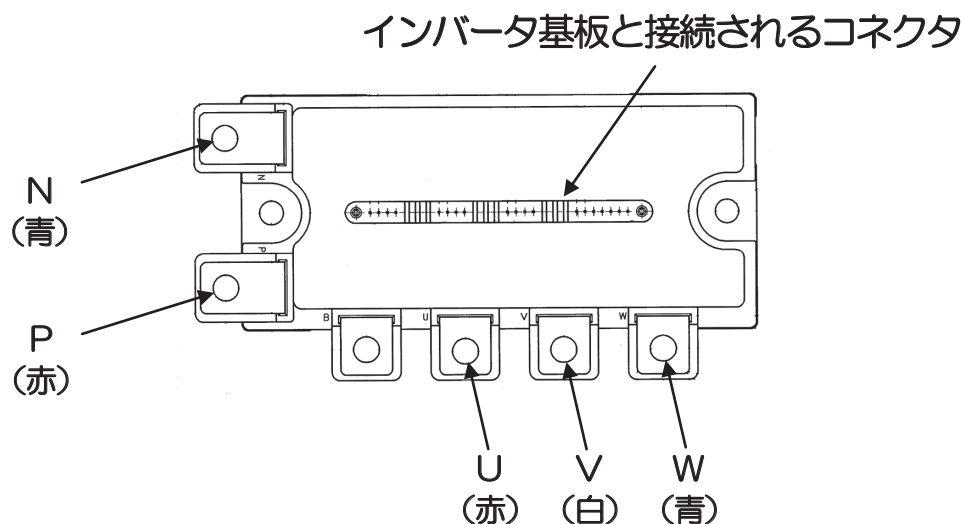

図1 部品配置図
- ② コントロールボックス内を開口してください。
- ③ パワートランジスタのU、V、W、P、Nの配線を外してください。(図1 部品配置図参照)
- ④ インバータ基板を取外した後、トランジスタモジュール用のねじを外してトランジスタモジュールを取外してください。
- ⑤ トランジスタモジュールの裏面全面に付属のシリコングリースを均一に塗布してから取付けてください。
- ⑥ コネクタがかみ合っている事を確認してインバータ基板を取付けてください。
- ⑦ 配線(U、V、W、P、N)を接続してください。
- ⑧ コントロールボックスを元通りに組み立ててください。